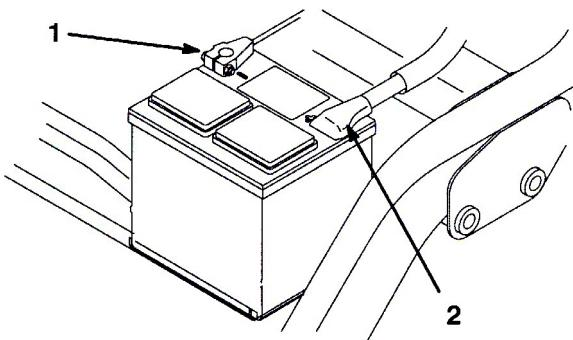

図 6
7. 最初に、赤い(+)ケーブルをバッテリーの(+)端子に、次に黒いケーブル(-)をバッテリーの(-)端子にはめ、ボルトとナットで固定する(図6)。ショート防止のために(+)端子にゴムキャップをかぶせる。